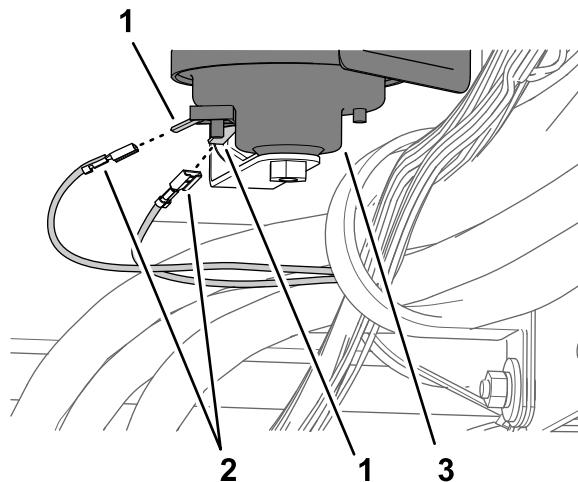

Figura 39
2. Ligue os dois terminais da cablagem rotulada HORN (buzina) aos dois conetores elétricos de espada da buzina (Figura 39).